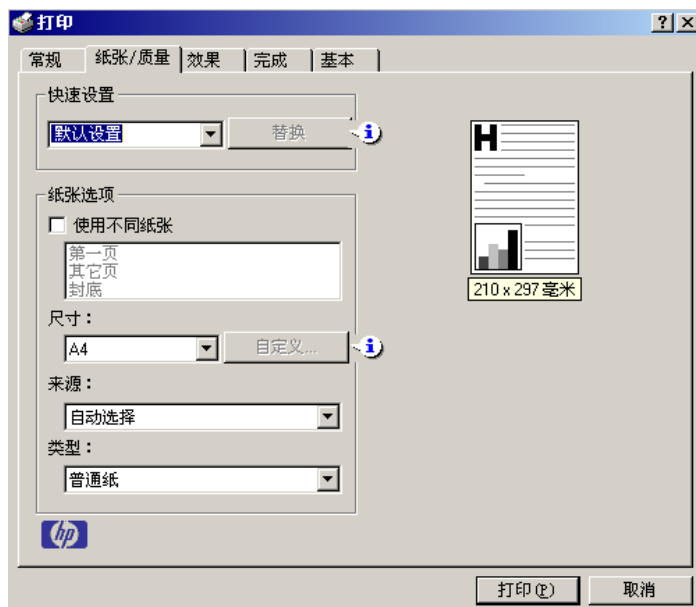

图 8.58 打印属性对话框
- **打印曲线**：单击按钮弹出“打印属性”对话框，如图 8.58 所示。选择打印机，单击“属性”按钮，设置打印属性：纸张大小，打印方向等。可以将当前图表中显示的曲线及坐标系打印出来。